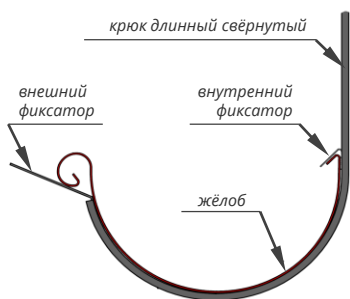

рис. 4
**В случае применения крюка длинного свёрнутого**, отогните внутренний фиксатор крюка до конца (рис. 4), вставьте жёлоб в крюки так, чтобы внутренний край жёлоба упёрся под основание внутреннего пластинчатого фиксатора. Прочно закрепите жёлоб внутренним фиксатором. Загните внешний пластинчатый фиксатор вокруг внешнего края жёлоба. Во время фиксации жёлоба в крюке плотно прижимайте жёлоб к крюку, чтобы избежать появления зазора между ними.